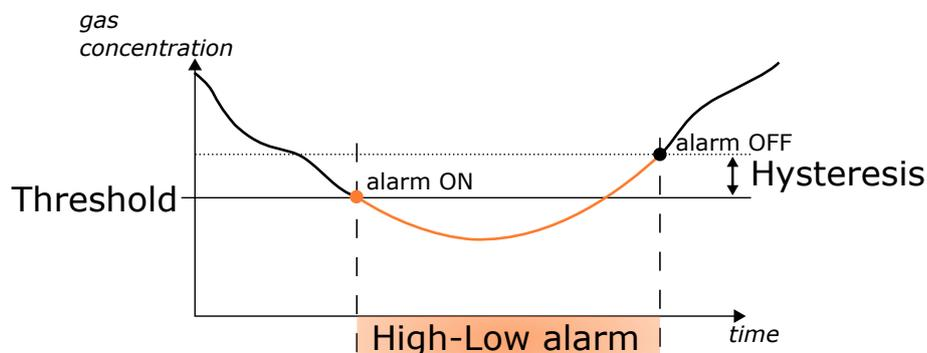

Abbildung 7.11: Hystereseverhalten bei Einstellung des Grenzwerttyps High-Low.
- **H/L:** Grenzwert schaltet ein bei Unterschreiten des Threshold, er wird ausgeschaltet bei Überschreiten von Threshold + Hysterese, siehe Abbildung 7.11.